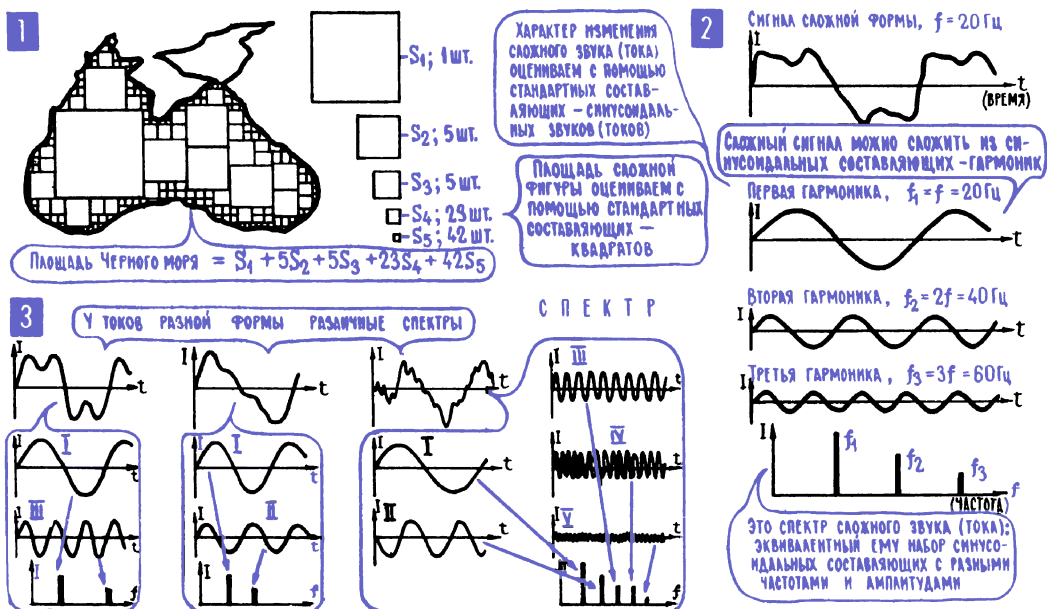

Рис. 7.3. К понятию спектра сигналов различной формы
13. Спектр сигнала – эквивалентный ему набор синусоидальных составляющих. Для начала попробуем решить подобную задачу из другой области. Предположим, что нам нужно, пользуясь картой, измерить площадь Черного моря (рис. 7.3; 1). Проще всего, наверное, это можно сделать так: заполнить очертания моря квадратами, подсчитать площадь каждого из них, а затем все полученные результаты сложить. На карте разместятся два-три больших квадрата, несколько квадратов поменьше и, наконец, множество мелких и мельчайших квадратиков, которые точно воспроизведут сложные очертания морских берегов. С помощью набора стандартных составляющих – квадратов – можно измерить площадь любой геометрической фигуры, имеющей сложные очертания.
дартных синусоидальных звуков, которые, сложившись, воспроизведут сложный звук во всей его сложности и неповторимости (рис. 7.3; 3).
Кстати, Фурье установил, что если сложный звук периодически повторяется, то его спектр состоит из синусоидальных составляющих с кратными частотами. Музыканты называют эти составляющие обертонами, радисты – гармониками, имея в виду второе имя синусоиды – «гармоническая зависимость». Так, например, если частота сложного звука $f = 30$ Гц, то в спектр войдут составляющие с частотами $f = 30$ Гц (первая гармоника), $2f = 60$ Гц (вторая гармоника), $3f = 90$ Гц (третья гармоника), $4f = 120$ Гц (четвертая гармоника) и т. д. Амплитуды гармоник могут быть самые разные, это-то как раз и зависит от формы кривой сложного звука (рис. 7.3; 3).